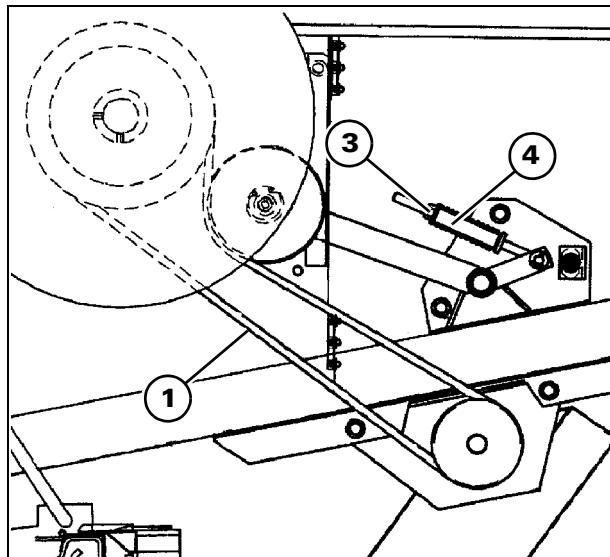
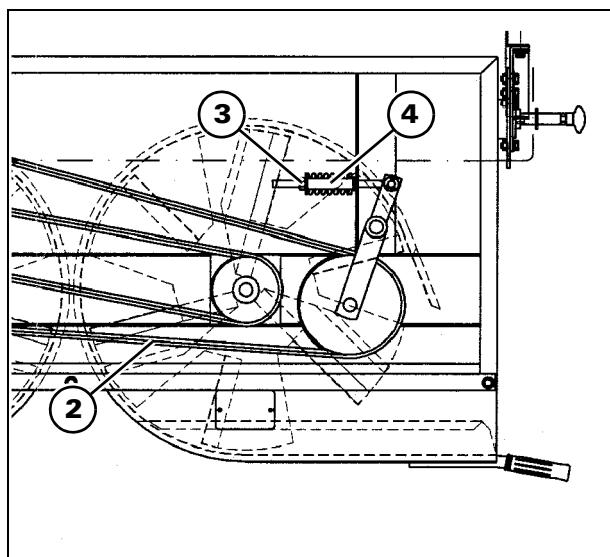

Рис. 12
Рис. 13
7.) ПРИВОДНОЙ РЕМЕНЬ РАЗБРАСЫВАТЕЛЯ СОЛОМЕННОЙ СЕЧКИ (при наличии) - Рис. 12 и Рис. 13